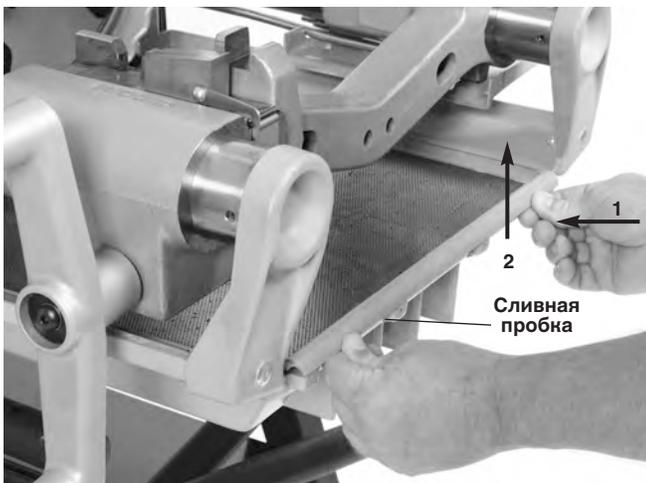

Рис. 29 – Снятие выдвижного поддона в сборе
Чтобы снять выдвижной поддон в сборе, толкните его к переднему зажимному патрону (1) и поднимите (2) (см. Рис. 29).